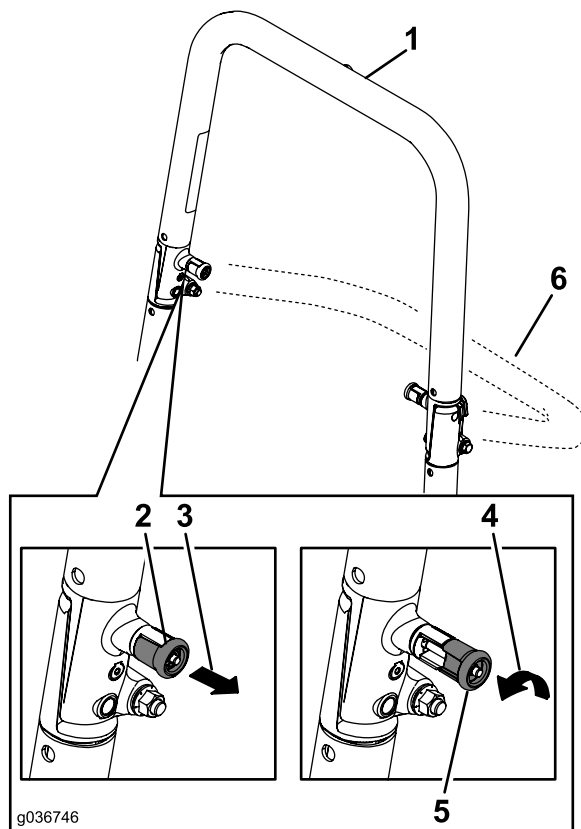

Figura 10
2. Tire de ambos pomos hacia fuera y gírelos 90 grados para desengranarlos (Figura 10).
3. Baje la barra antivuelco (Figura 10).
1. Eleve la barra anti-vuelco a la posición de trabajo y gire los pomos hasta que se introduzcan parcialmente en las ranuras (Figura 10).
2. Eleve la barra antivuelco a la posición vertical, presionando sobre la parte superior de la misma; las clavijas encajarán en cuanto se alineen con los orificios (Figura 10).